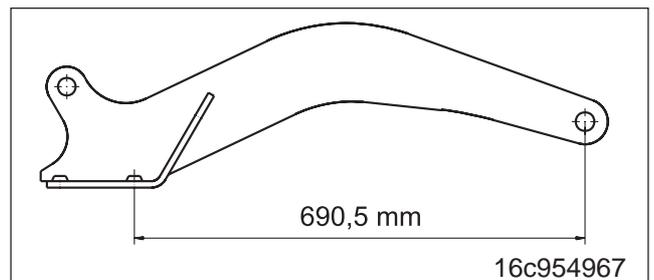

Fig. 5.2
1. Bras de jonction (fig. 5.2) pour rouleau packer PW 500 et rouleau rayonneur KW 450